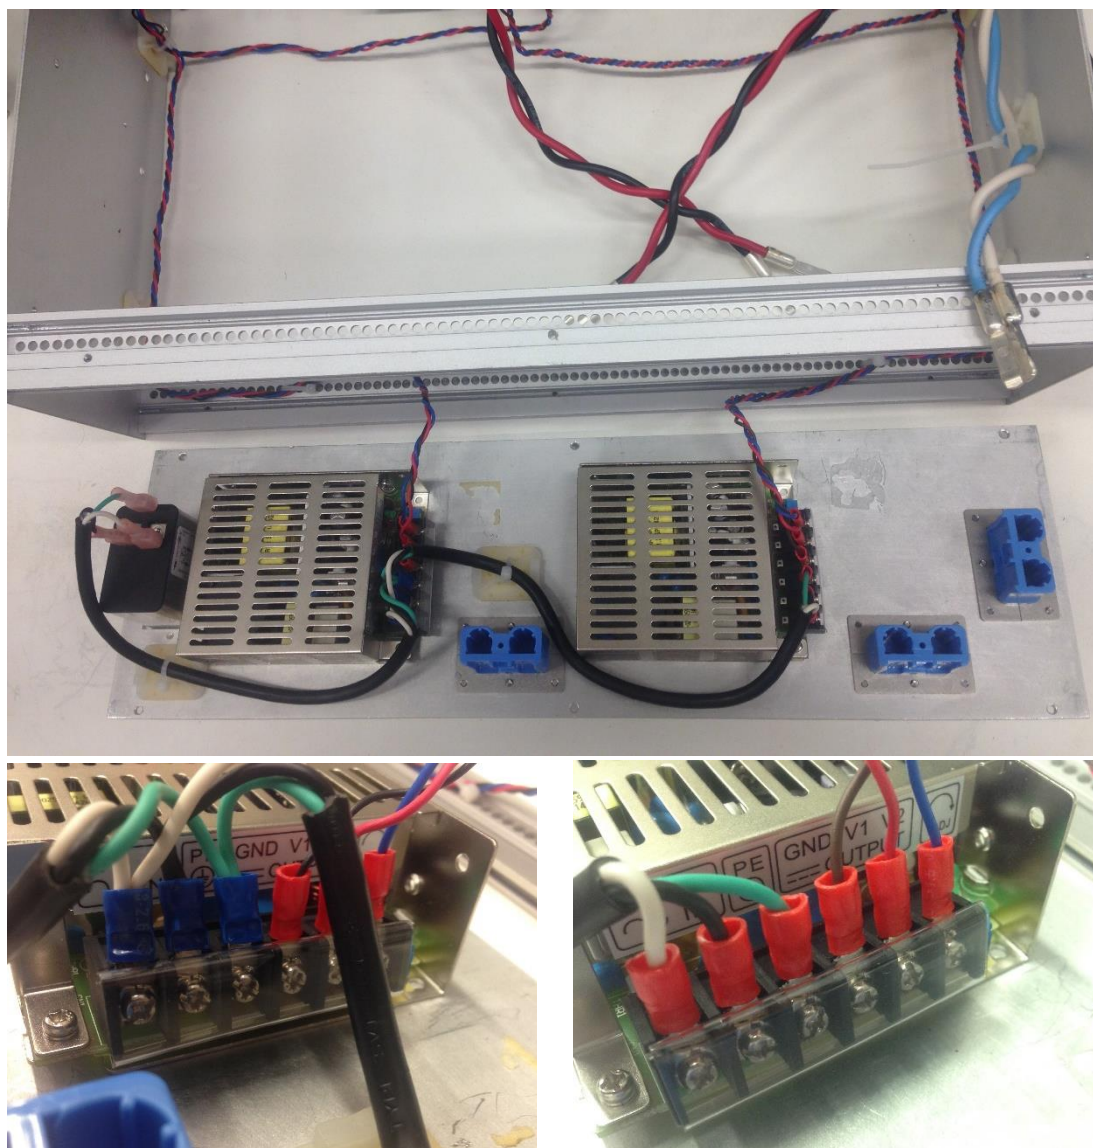

Figura 20- Posicionamento da chapa traseira e conexão dos chicotes de alimentação dos backplanes
- 4.3.5 Posicionar a chapa traseira na abertura traseira do sub-bastidor conforme a orientação da Figura 20. Aparafusar os chicotes de alimentação dos backplanes nos terminais de saída dos conversores AC/DC, conforme mostra a Tabela 1 e as figuras abaixo. Cobrir o bloco de terminais com a proteção transparente fornecida.